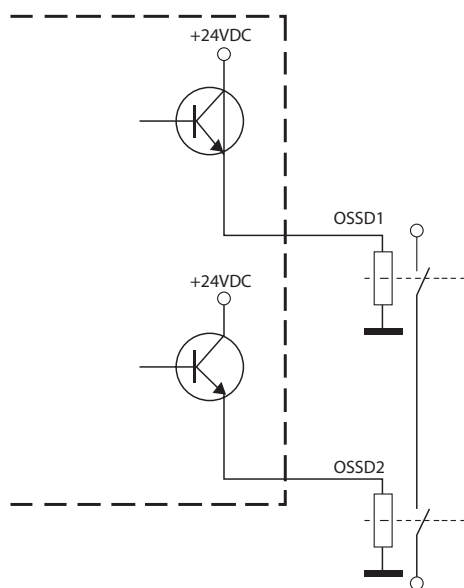

Fig.16
- Les contacts de sécurité OSSD1 et OSSD2 ne peuvent en tout état être reliés en série ou en parallèle entre eux mais les deux peuvent être utilisés séparément (voir Fig.16). Si par mégarde l'une des deux configurations devait être utilisée, la barrière signalera une irrégularité de fonctionnement des sorties (voir chap. 7 "Fonctions de diagnostic").